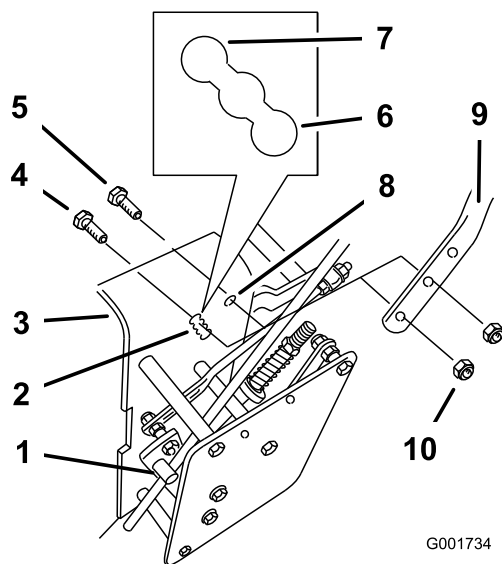

Figura 22
2. Afloje los pernos con arandela prensada superiores y la tuerca con arandela prensada (3/8 x 1-1/4 pulg.) que sujetan el manillar al bastidor trasero (Figura 22).
3. Quite los pernos inferiores con arandela prensada (3/8 x 1 pulgada) y las tuercas con arandela prensada que sujetan el manillar con el bastidor trasero (Figura 22).